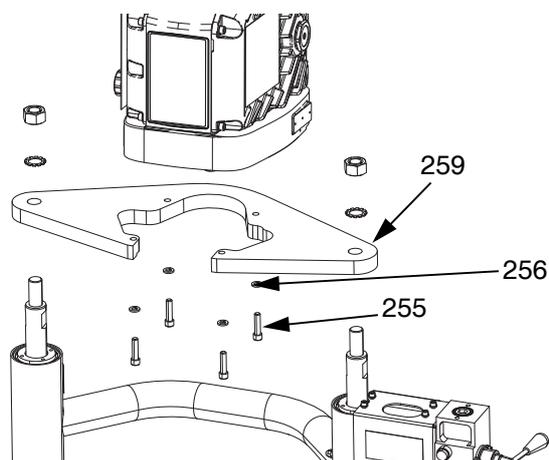

FIG. 29: D60 avec élévateur
- b. *Blocs d'alimentation D60 de 3 po.* : Retirer les vis (255) et les rondelles (256) du support de montage (259). Soulever le moteur du support de montage (259) avec un appareil de levage. Voir la FIG. 29.
1. Avec un palan suffisamment puissant, attacher le moteur sur le support de montage (259) avec les vis (255) et les rondelles (256). Voir la FIG. 29 à l page 33.